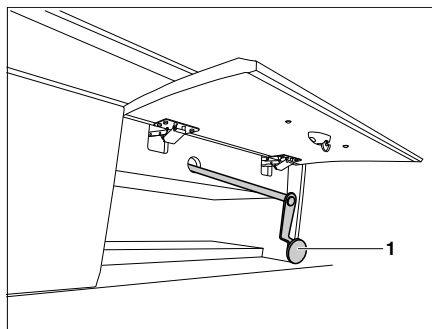

Fig. 164 Mando de emergencia de la cama elevada eléctrica
- Durante un corte de corriente, la cama elevada eléctrica también puede ser accionada con una manivela de emergencia (Fig. 164). Ésta se encuentra detrás de una trampilla del compartimento.